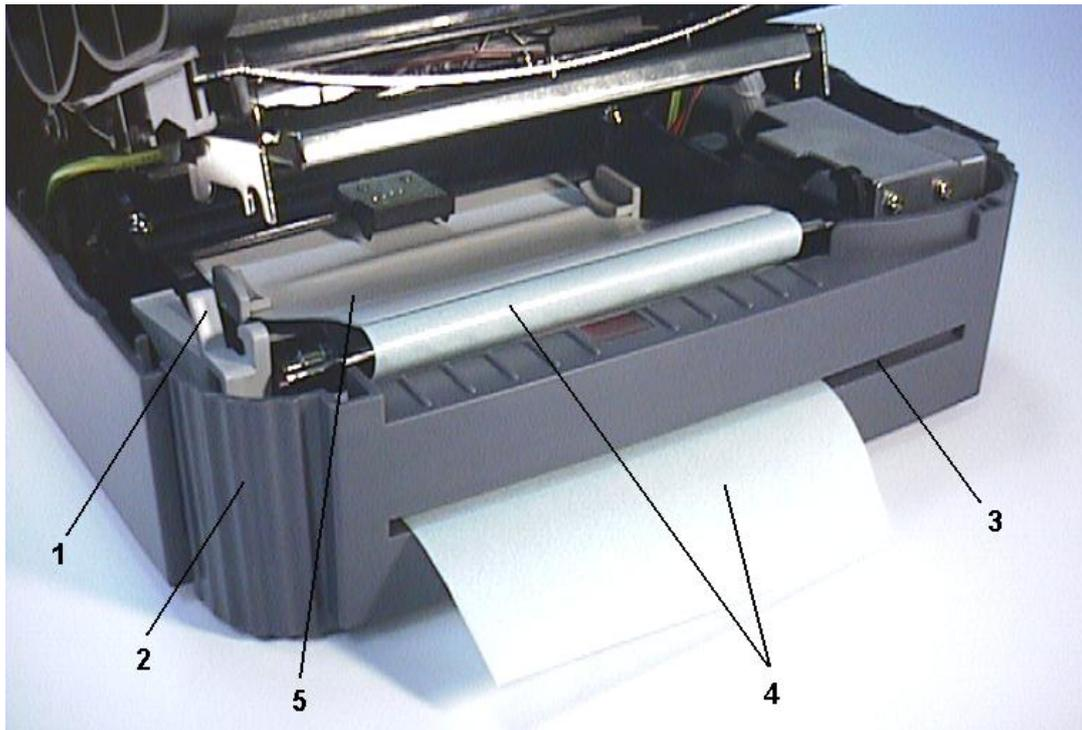

Abb. 8 Drucker bereit für die Spendefunktion
3. Führen Sie wie in Abb. 8 angezeigt das Trägerpapier durch den Trägerpapierausgang an der Frontseite.